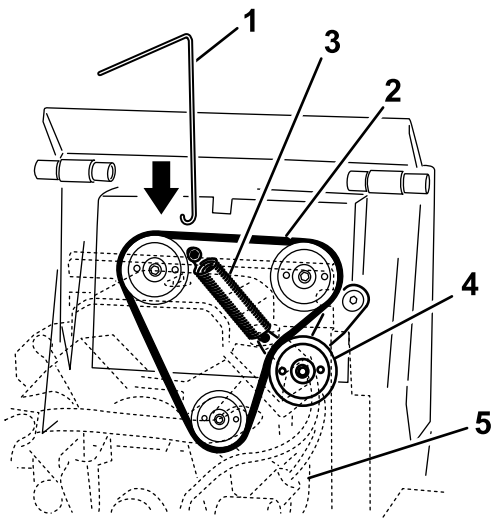

图 52
4. 将弹簧拆卸工具上的挂钩连接到惰轮皮带轮弹簧上的挂钩然后将弹簧与螺栓断开如图 52所示。